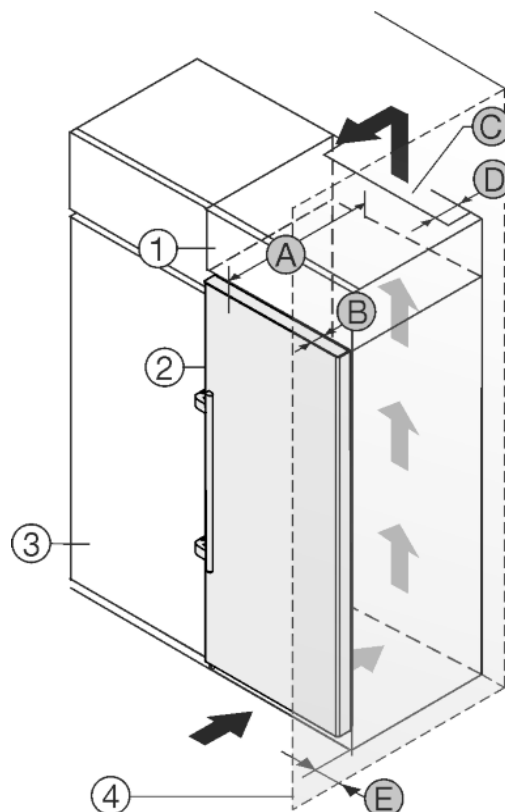

Fig. 26
Het apparaat kan in keukenkasten worden ingebouwd. Om het apparaat *Fig. 26 (2)* aan de hoogte van het keukenblok aan te passen, kan boven het apparaat een opzetkast *Fig. 26 (1)* worden aangebracht.
Het apparaat kan direct naast de keukenkast *Fig. 26 (3)* worden geplaatst. Om de deuren volledig te kunnen openen, moet het apparaat overeenkomstig de diepte *Fig. 26 (B)* t.o.v. het keukenkastfront uitsteken. Afhankelijk van de diepte van de keukenkast en het gebruik van de wandafstandhouders kan het apparaat verder uitsteken.
- Aan de achterzijde van de opzetkast moet een luchtafvoerkanaal met de diepte *Fig. 26 (D)* over de volledige breedte van de opzetkast aanwezig zijn.
- Onder het plafond moet de ventilatiedoorsnede *Fig. 26 (C)* worden aangehouden.
Wanneer het apparaat met de scharnieren naast een wand *Fig. 26 (4)* wordt geplaatst, moet de afstand *Fig. 26 (E)* tussen apparaat en wand worden aangehouden. Dit komt overeen met de uitsteekmaat van de handgreep bij geopende deur.